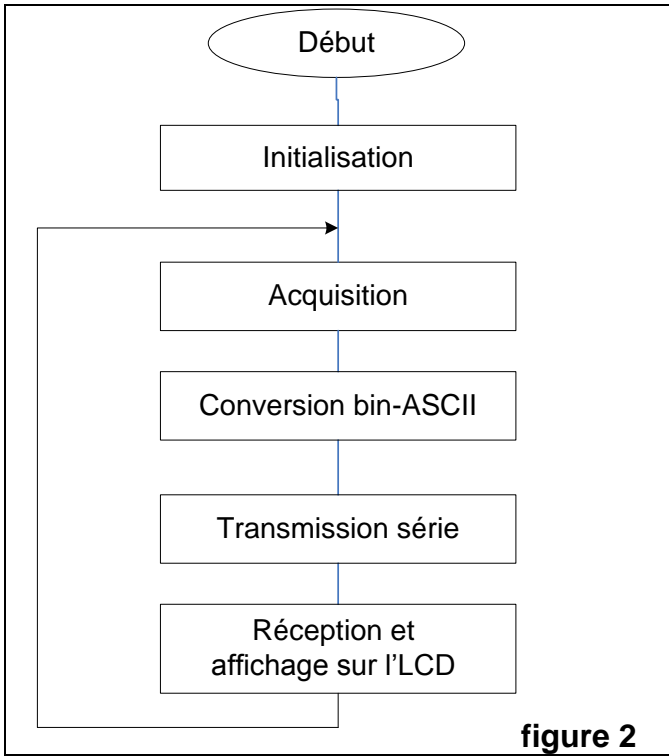

figure 2
- 4) Etant donné l'organigramme de la figure 2. Montrez que cet organigramme ne respecte pas les contraintes temps réel du système.